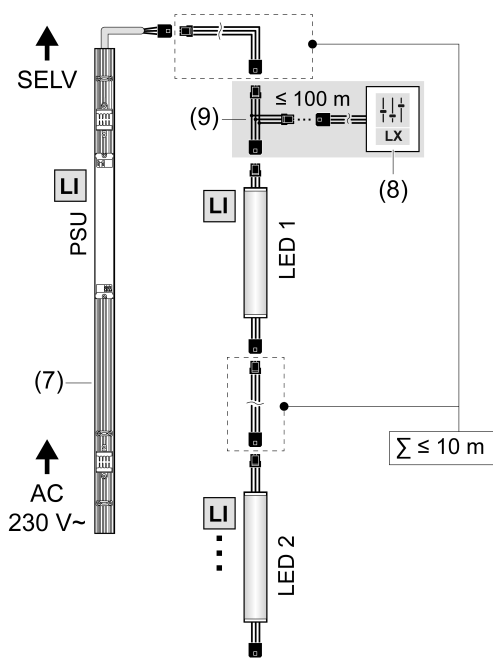

Bild 4: Anschlusskizze
- Lichteinsätze gemäß Anschlusskizze verketteten und mit einem geeigneten Betriebsgerät (7) verbinden (Bild 4).
- LEDTRIX-Datengeber (8) mit Hilfe einer LEDTRIX Weiche (9) anschließen.